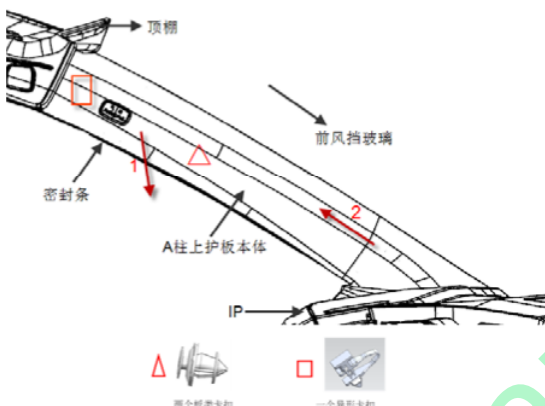

图 7-2-1-1 A 柱上护板拆卸示意图
(1) 首先松开 A 柱配合带的门框密封条；
(2) 用双手掰 A 柱上护板（靠近前挡风玻璃/顶棚一侧）边缘，方向沿图 7-2-1-1 中箭头 1 方向往车内摆动掰动，使异型卡扣一级弹开后，用手将卡入钣金件的异型卡扣旋转 90°。然后把塑料卡扣紧固点（1 个板类和一个异形卡扣）从钣金分离后，最后沿图中箭头 2 方向往上抽出 A 柱上护板。